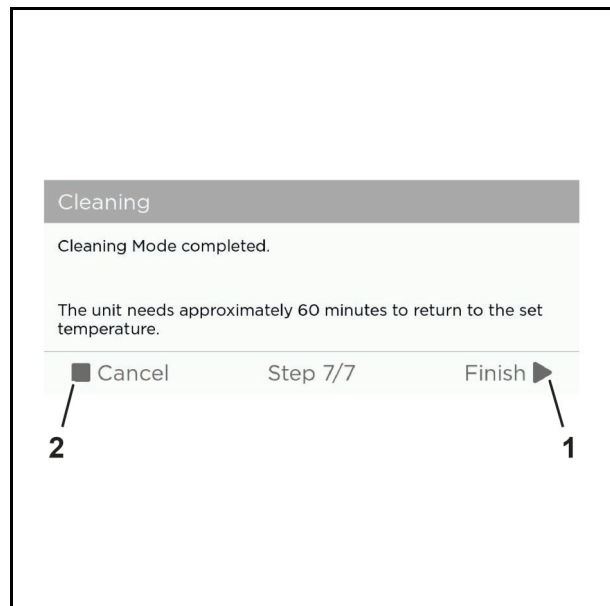

Abb. 73 Beispielgrafik
11. Tippen Sie auf die Schaltfläche "Finish" (Abb. 73/1), um die Reinigung abzuschließen oder "Cancel" (Abb. 73/2), um die Reinigung abzubrechen.